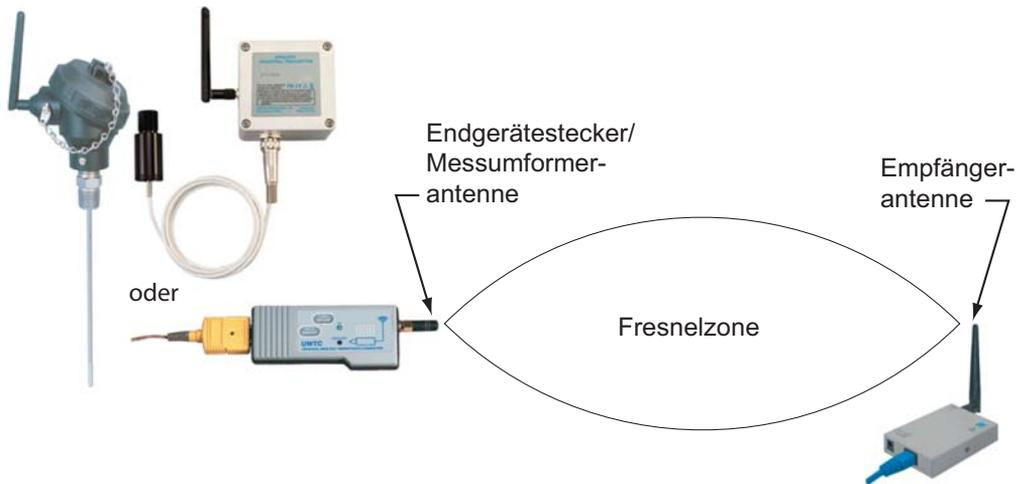

Abbildung 5.2 Fresnelzone
4. Sorgen Sie für eine freie Sichtverbindung zwischen den Antennen und halten Sie die Fresnelzone frei von Störungen. Siehe **Abbildung 5.2**.